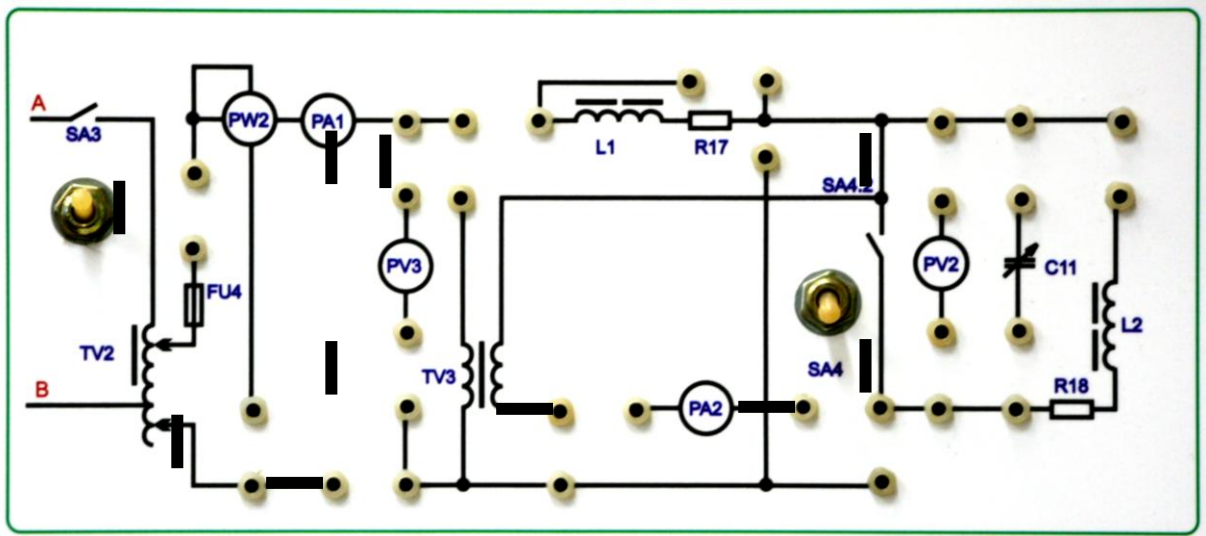

Рис. 1. Схема дослідження холостого ходу
**УВАГА!** З'єднання, перемикання у схемі роботи тільки з модулем стенду, який використовується для виконання даної лабораторної роботи (рис. 1). Категорично забороняється перемикати комутаційну апаратуру інших модулів лабораторного стенду.
1. Дослід холостого ходу. Зібрати схему рис. 1. Латр в положенні 0. Включити тумблер SA3 і змінюючи положення Латра від 0 до 1,2 . з кроком 1В зняти показники, результати вимірювань занести до таблиці 1. Вимкнути SA3. Зобразити досліджувану схему. За результатами проведених вимірювань розрахувати параметри трансформатора, побудувати схему заміщення та векторну діаграму.